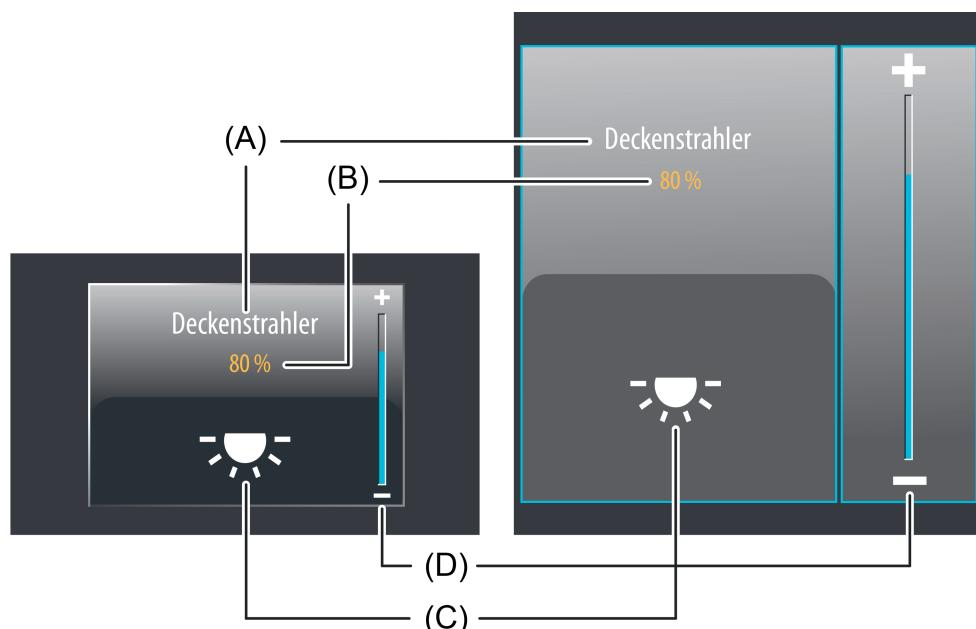

Bild 24: Beispiel für Bedien- und Anzeigeelement der Funktion "Dimmen (Start/Stopp)"
Der Anzeigebereich enthält verschiedene Darstellungselemente (Bild 24), die durch Parameter beeinflusst werden. Jede KNX Funktion kann in der Konfigurationssoftware eine Bezeichnung vergeben werden (A). Diese Text-Bezeichnung wird im Anzeigeelement zentriert zur Anzeige gebracht, wodurch steuerbare KNX Funktionen für den Anwender kenntlich gemacht werden (z. B. "Deckenstrahler"). Zusätzlich kann unterhalb der Bezeichnung ein Statuswert (B) eingeblendet werden, der abhängig z. B. vom Objektwert der Dimmwert-Rückmeldung des angesprochenen Dimmaktors Helligkeitswerte im Klartext anzeigt ("0...100 %"). Solange nach einem Gerätereset noch kein Rückmeldungs-Objektwert empfangen wurde, zeigt der Statuswert "---%" an.